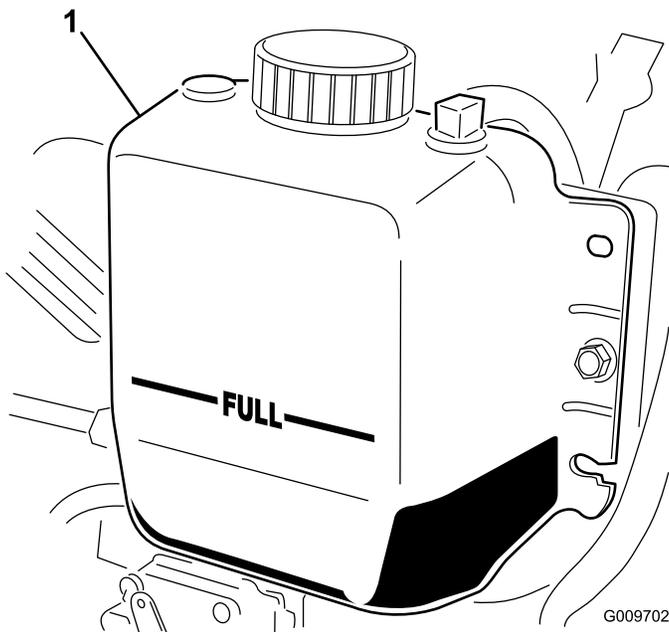

Bild 34
2. Prüfen Sie den Kühlmittelstand im Kühler. Der Kühler muss bis zur Oberseite des Einfüllstutzens und der Ausdehnungstank bis zur VOLL-Marke gefüllt sein (Bild 34).